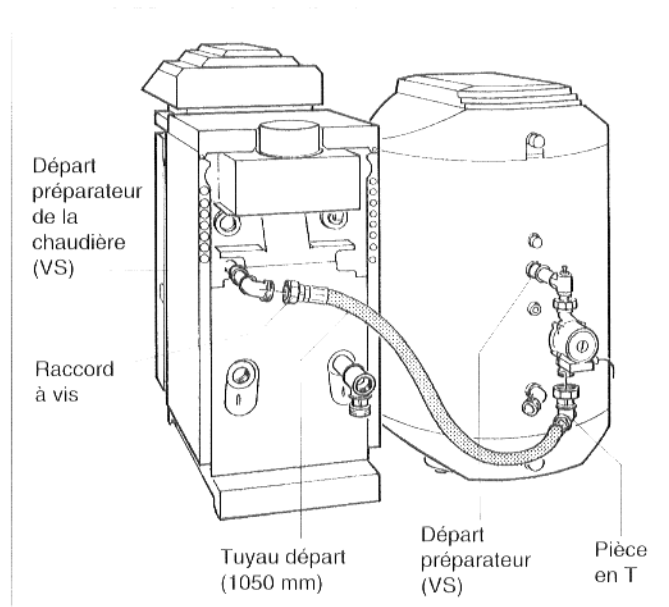

Fig. 6 : montage du tuyau départ, préparateur à gauche
- Utiliser le tuyau en caoutchouc le plus long (1050 mm) pour le départ : mettre les joints d'étanchéité en place, visser la pièce en T du tuyau en caoutchouc au départ préparateur (VS) et le raccord à vis au départ préparateur de la chaudière (VS) (fig. 6).